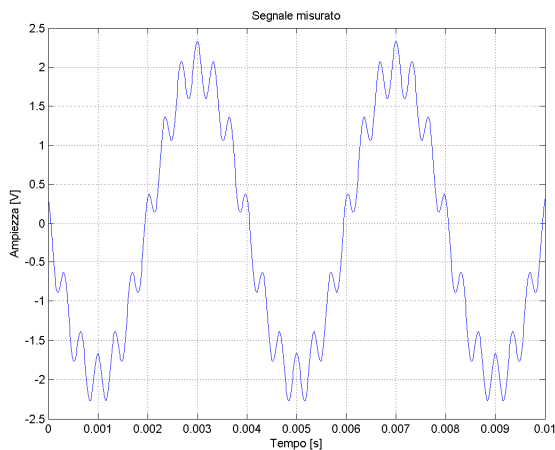

Fig. 1
8. Si ha il dubbio che nel suono siano presenti due armoniche con frequenze che differiscono di 3 Hz, e si vorrebbe vederle tramite una analisi dello spettro del segnale. E' sufficiente campionare il segnale per un tempo come indicato in fig. 1? In ogni caso, indicare come fare per riuscire a distinguere quelle armoniche.